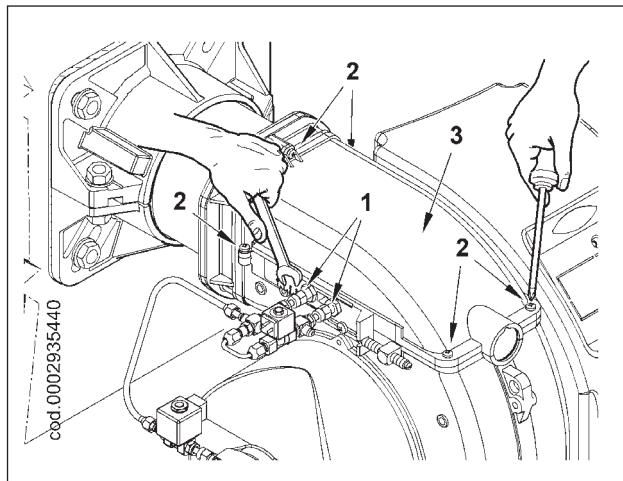

Рисунок 1
2) Открутите винты 2 и снимите крышку 3 (рисунок 1).